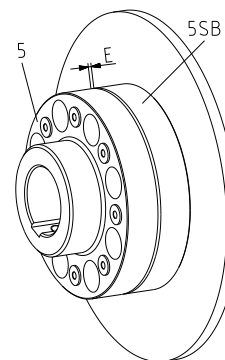

Bild 17
- Verschieben Sie die Aggregate in axialer Richtung, bis das E-Maß erreicht ist (siehe Bild 17).